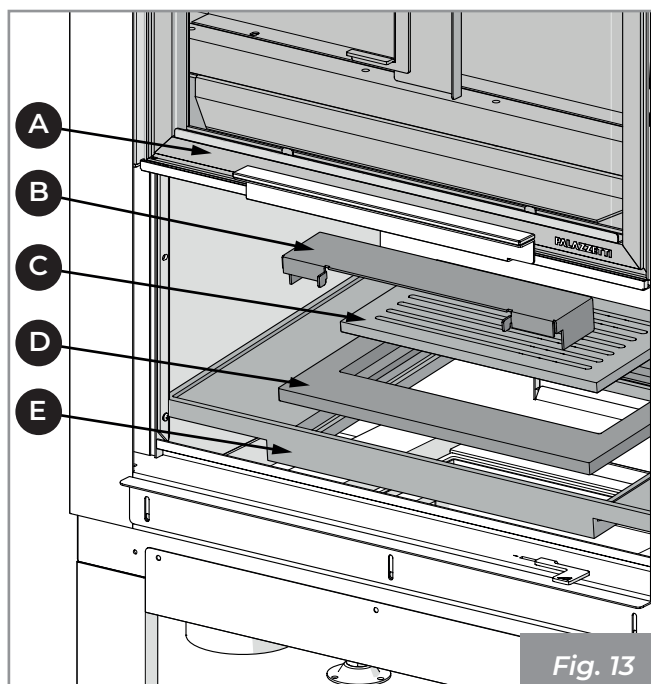

Fig. 13
- 1) Ouvrir la porte (A) en la poussant vers le haut.
- 2) Soulever et extraire le déflecteur d'air de combustion (B), la grille (C), le support de grille (D) et le brasero (E) en prenant soin de ne pas endommager les réfractaires (Fig. 13).